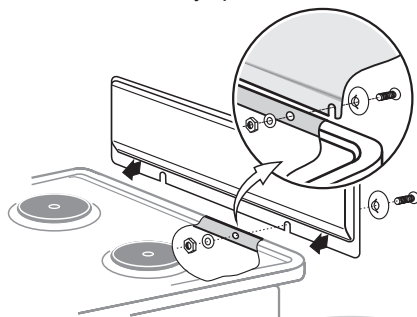

Рис. 12
- Щиток закрепляется перед установкой плиты (рис. 12).